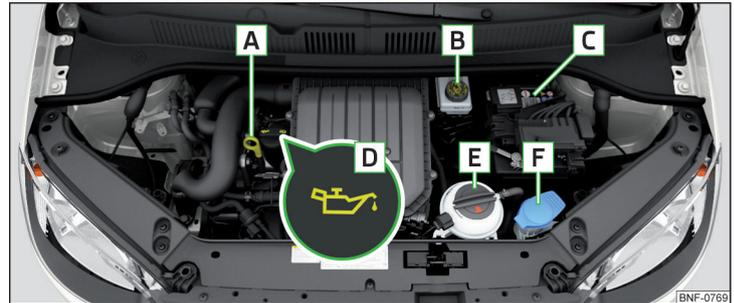

Abb. 107 Anordnungsbeispiel im Motorraum
- Den Deckel der Motoröleinfüllöffnung **D** abschrauben » Abb. 107 auf Seite 102.